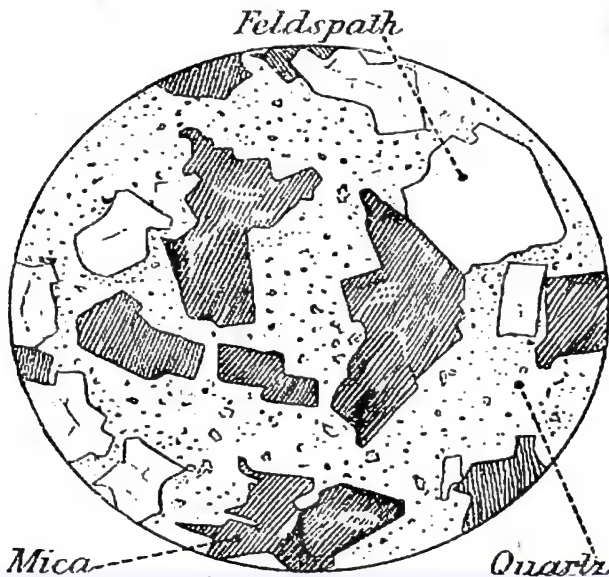

Fig. 3. — Un fragment de granit vu à la loupe. On distingue les paillettes de mica et de feldspath et les grains de quartz.
**2. Composition du granit.** — Examinons ces petits grains à la loupe. Nous distinguons nettement (fig. 3) de petites paillettes noires, brillantes; nous pouvons en détacher quelques-unes avec